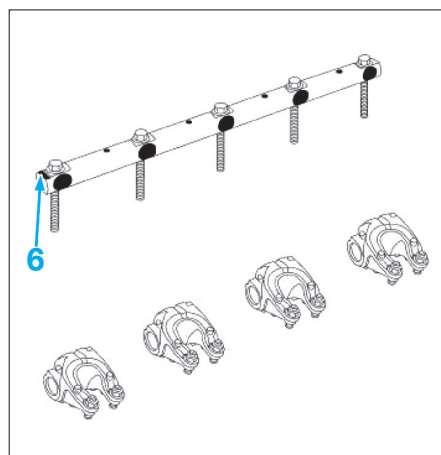

Fig. 46
- les repères (6) côté volant moteur (Fig.46).